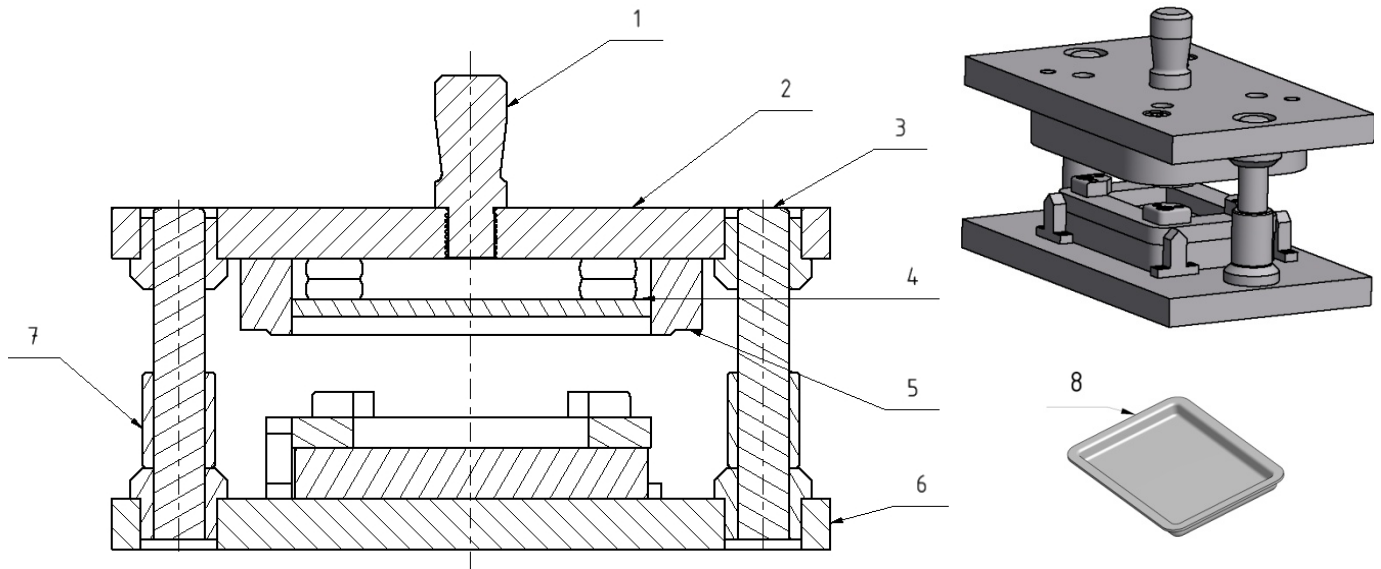

Bild 2-5 Beschneidewerkzeug für Tiefziehform
■ Beschneidewerkzeug für Tiefziehform	Bild 2-5